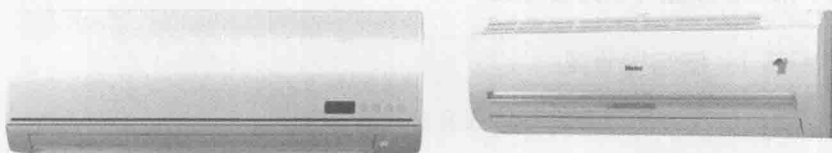
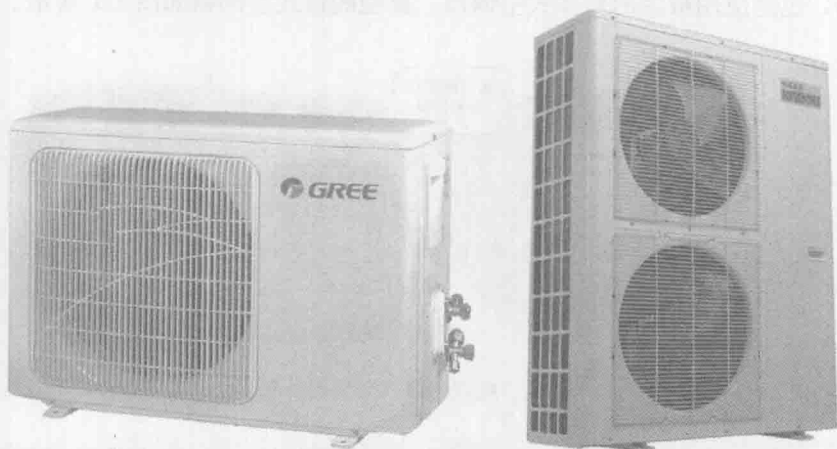

图 1-3 典型壁挂式空调器的室内机
图 1-4 典型壁挂式空调器的室外机
(1) 壁挂式空调器。壁挂式空调器是因为它的室内机挂在墙壁上而得名。壁挂式空调器的室内机不仅体积小，而且富有装饰性。典型的壁挂式空调器的室内机如图 1-3 所示。壁挂式空调器的室外机如图 1-4 所示。